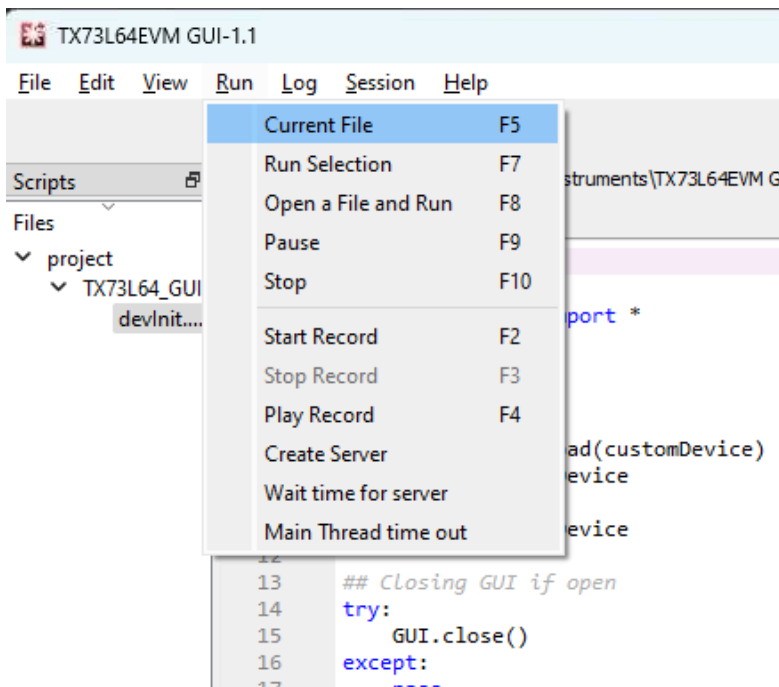
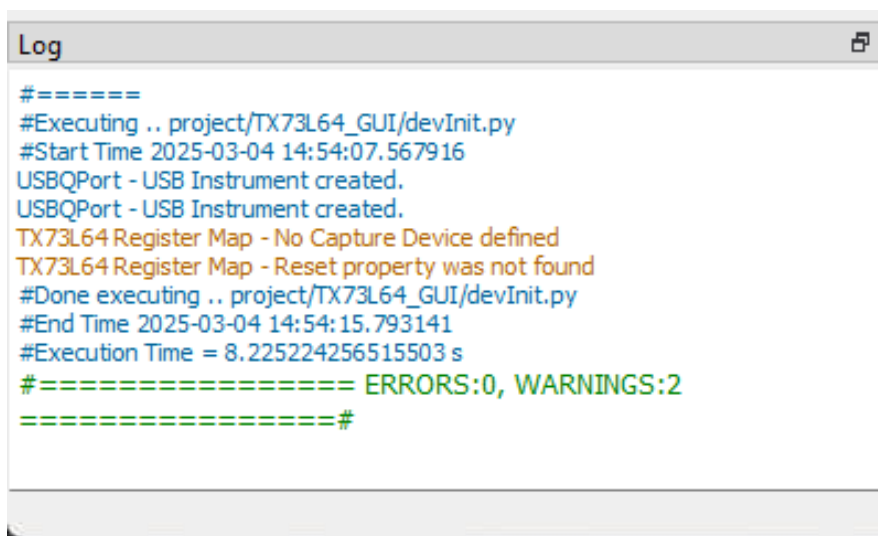
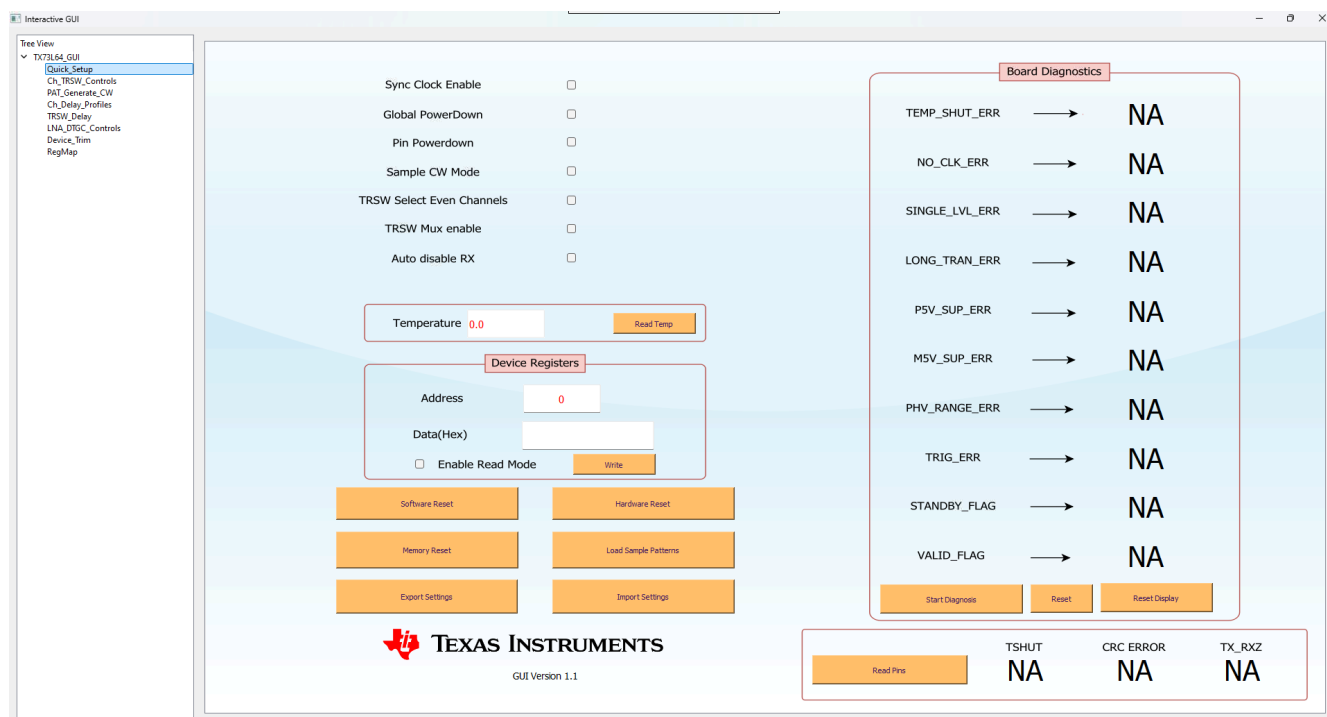

图 4-2. Latte GUI 窗口
图 4-3. 器件初始化日志
图 4-4. TX73L64 交互式 GUI
4. 点击“运行 -> 缓冲器”选项，如图 4-2 所示。交互式 GUI 将打开，如图 4-4 所示。查看 GUI 的日志部分。内容应类似于图 4-3。